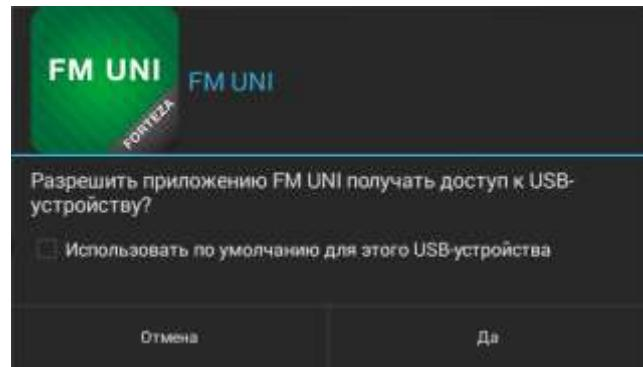

Рисунок 2.26
2.3.7.4.6 Нажать кнопку «Подключиться», после чего всплывает разрешение на доступ к USB устройству (рисунок 2.26).